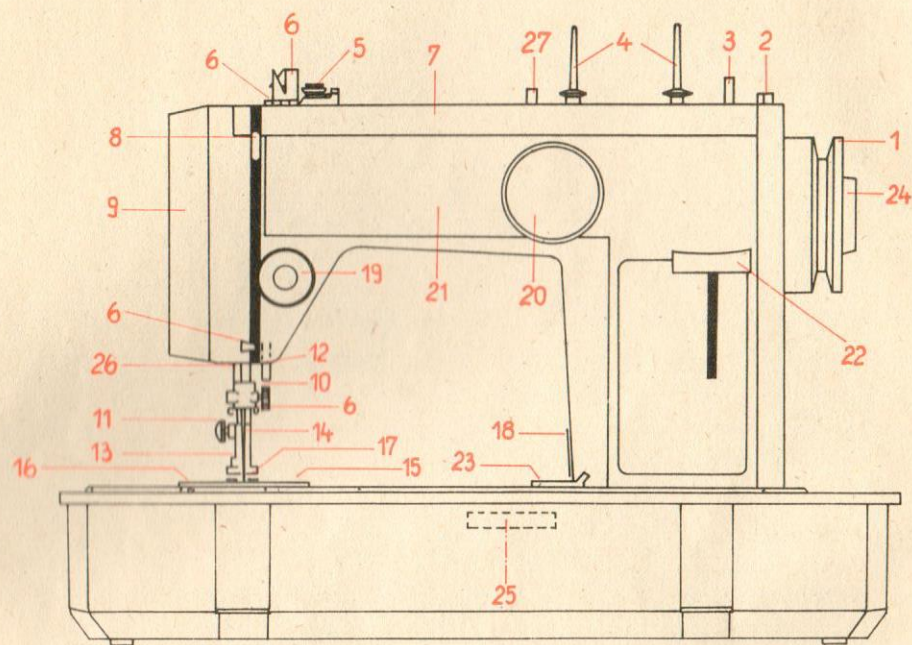

Abb. 1 Obr. 1 1. ábra
1. Bezeichnung der Teile (Abb. 1)